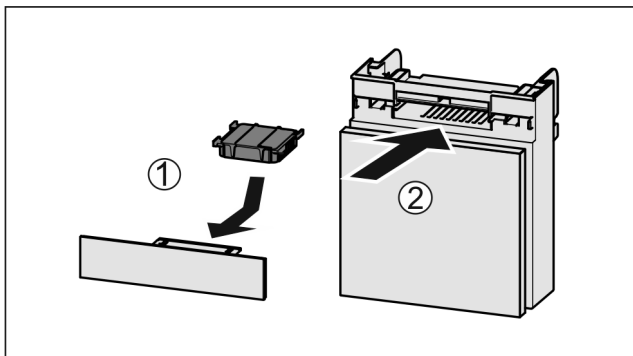

Fig. 135
- Sätt in Fig. 135 (1) aktivtkolfiltret enligt bilden.
- Skjut in Fig. 135 (2) lådan.